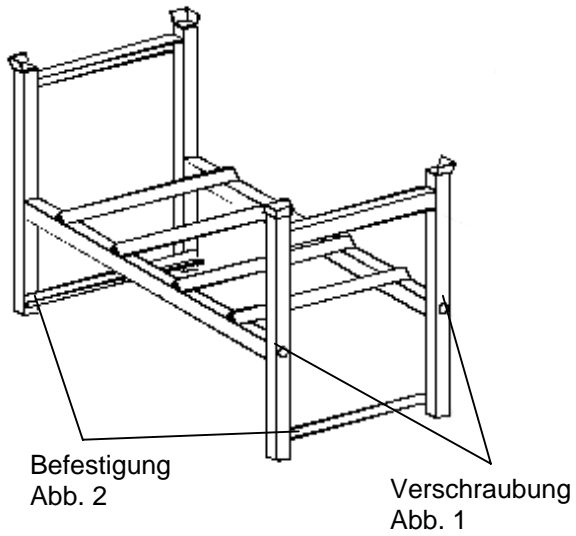

Abb.1
- Seitenrahmen und Fassauflage verbinden (Abb. 1) und ausrichten
- Seitenrahmen und Längsrohr verbinden (Abb. 1) und ausrichten